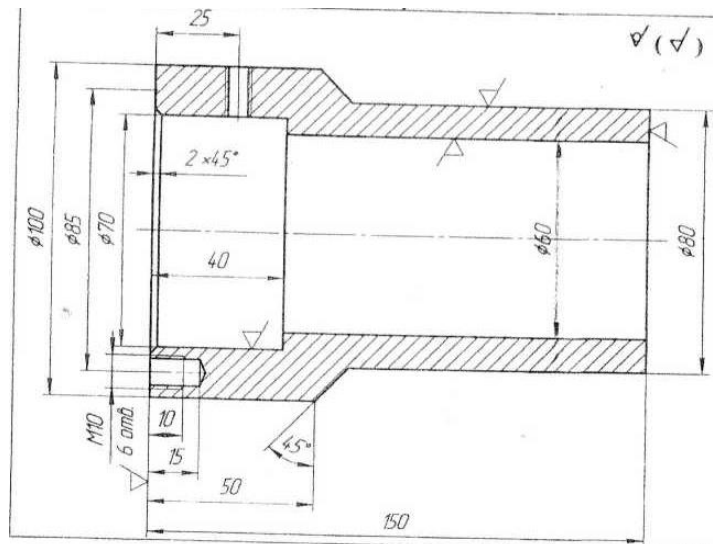

Рисунок 9. Втулка, Сталь 45.
3. По эскизу детали (рис. 9) разработайте эскиз штамповки с указанием припусков, штамп в разрезе. Рассчитайте массу заготовки и опишите процесс объемной открытой штамповки.